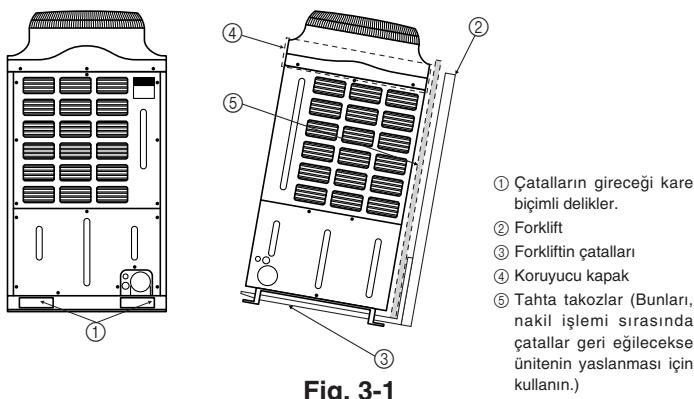

Fig. 3-1
3.1. Forkliftle nakledilmesi (Fig. 3-1)